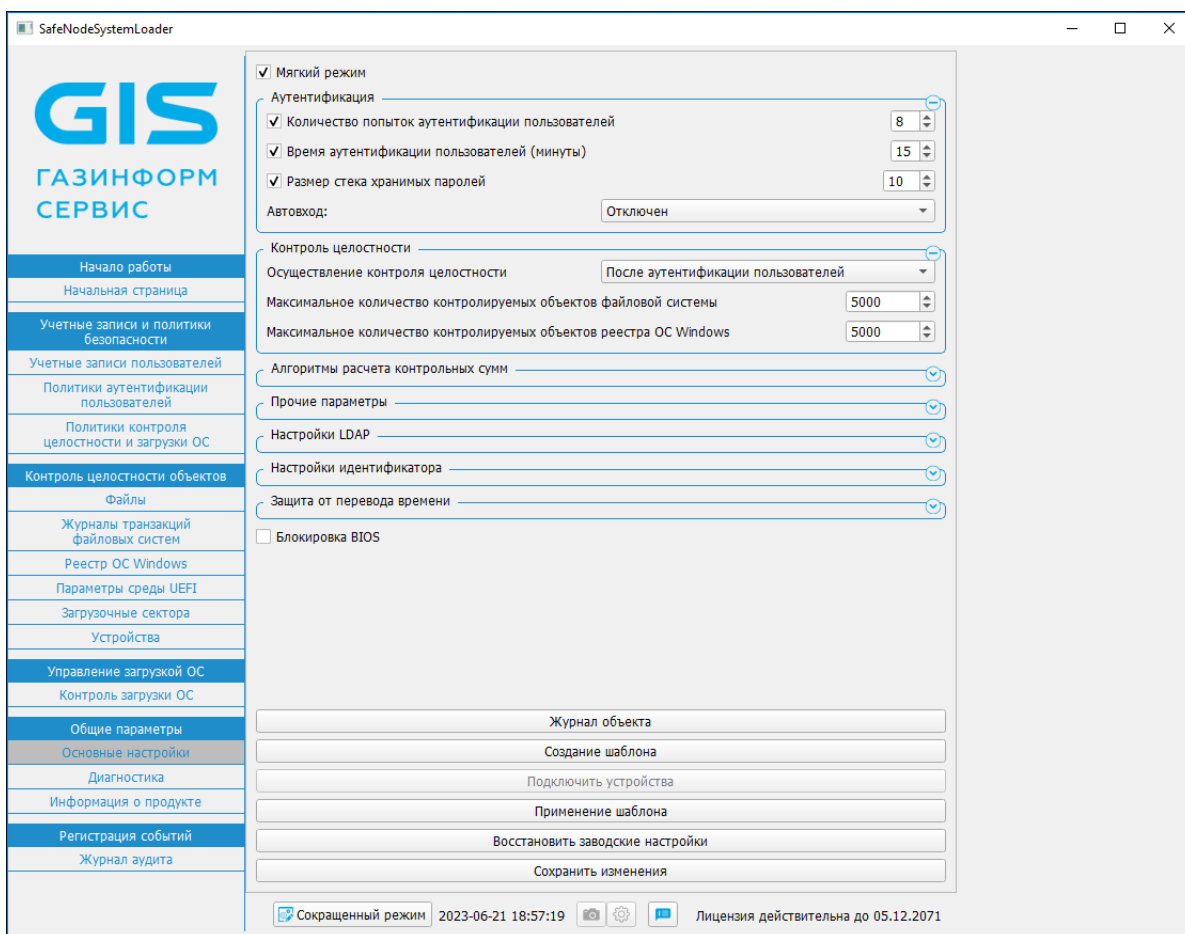
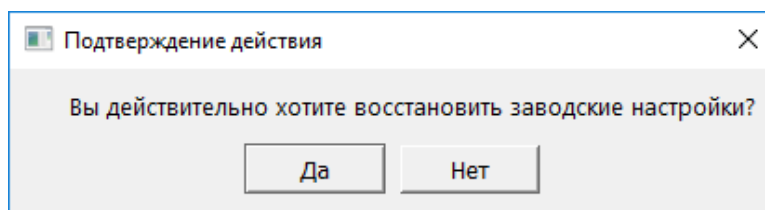

Рисунок 2.3 – Содержимое окна **«Основные настройки»**
Рисунок 2.4 – Подтверждение восстановления заводских настроек изделия
2.3 Для восстановления параметров изделия к стандартным заводским настройкам из графической консоли АБ Linux/Windows необходимо в главном окне консоли АБ Linux/Windows перейти в раздел **«Основные настройки»** и нажать на кнопку **«Восстановить заводские настройки»** (рисунок 2.3), при этом на экран ЭВМ будет выведено диалоговое окно для подтверждения восстановления настроек (рисунок 2.4).